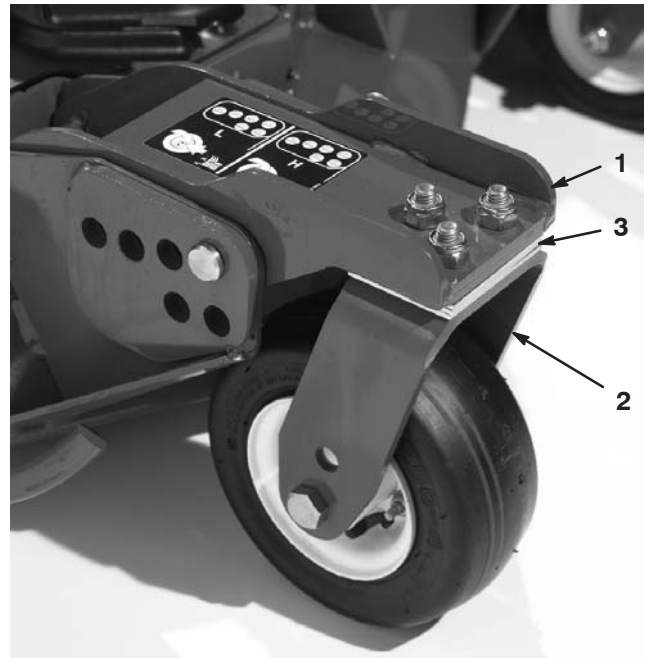

Bild 23
Drehen Sie die Schnittmesser jeder Spindel, bis die Enden nach vorne und hinten gerichtet sind. Messen Sie die Entfernung vom Boden bis zur vorderen Spitze der Schnittkante. Setzen Sie die 3-mm-Beilagscheiben an den vorderen Laufradarm(en) auf der jeweiligen Schnitthöhe ein, die auf dem Schild angezeigt wird (Bild 23). Beziehen Sie sich nur für die äußere Spindel auf Einstellen der Mähwerkneigung.
3. Entfernen Sie, wenn die innere Schnittkante des seitlichen Mähwerks im Verhältnis zur äußeren Kante des vorderen Mähwerks zu hoch ist, eine 3-mm-Beilagscheibe von der Unterseite des vorderen inneren Laufradarms am seitlichen Mähwerk. (Bild 23) Prüfen Sie noch einmal das Maß zwischen den äußeren Kanten beider seitlichen Mähwerke sowie der inneren Kante des seitlichen Mähwerks und der äußeren Kante des vorderen Schnittwerks.